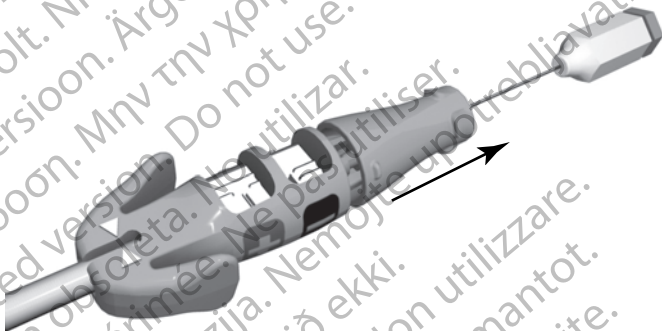

Figure 6. Outil de connexion avec manche de fixation désenclenché
3. Dégager le manche de fixation de la broche terminale avant d'introduire la sonde dans la veine (Figure 6 Outil de connexion avec manche de fixation désenclenché en page 21).